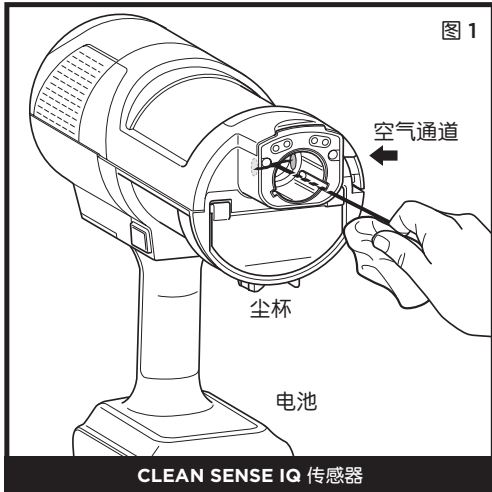
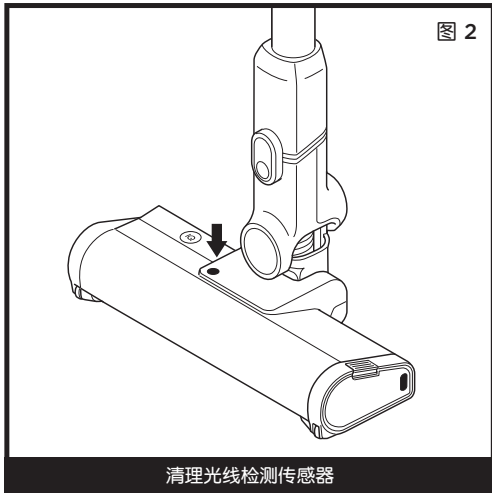

图 1
图 2
如需清理传感器 (图 1)：
2. 在手持式真空吸尘器的地刷中找到污垢检测传感器 (图 1)，在地刷顶部找到灯光检测传感器 (图 2) 在地刷侧面找到边缘检测传感器 (图 3)。